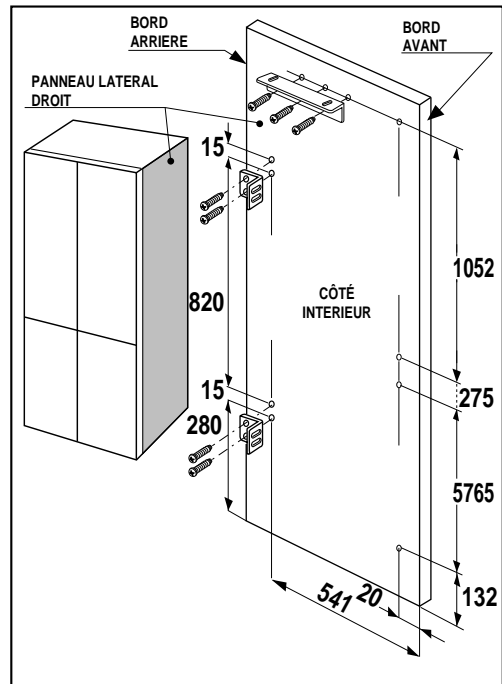

Fig. 3
- Fixer les équerres sur les panneaux, dans la position indiquée sur le schéma (Fig. 3).